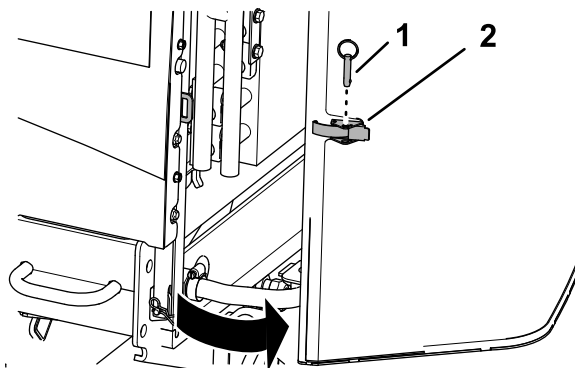

Figura 62
1. Retire el pasador de bola del cierre de la rejilla (Figura 62).